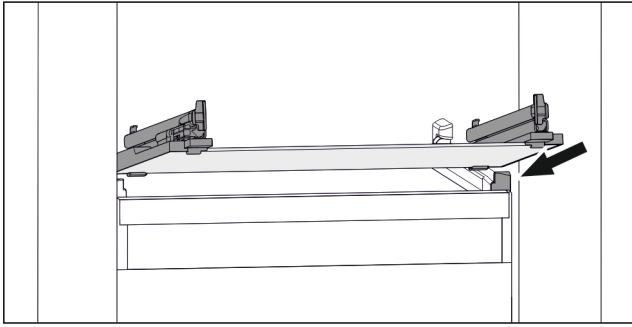

Fig. 83 Exemple de représentation de la tablette en verre
- Placer la tablette en verre, en l'inclinant, derrière les butées. (voir Fig. 83)